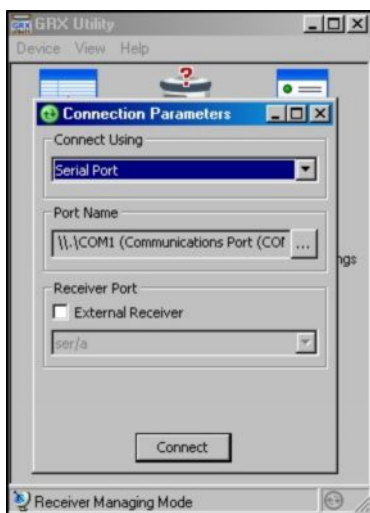

Рис. 3-9. Параметры соединения
6. Нажмите кнопку Connect (Рис. 3-9).